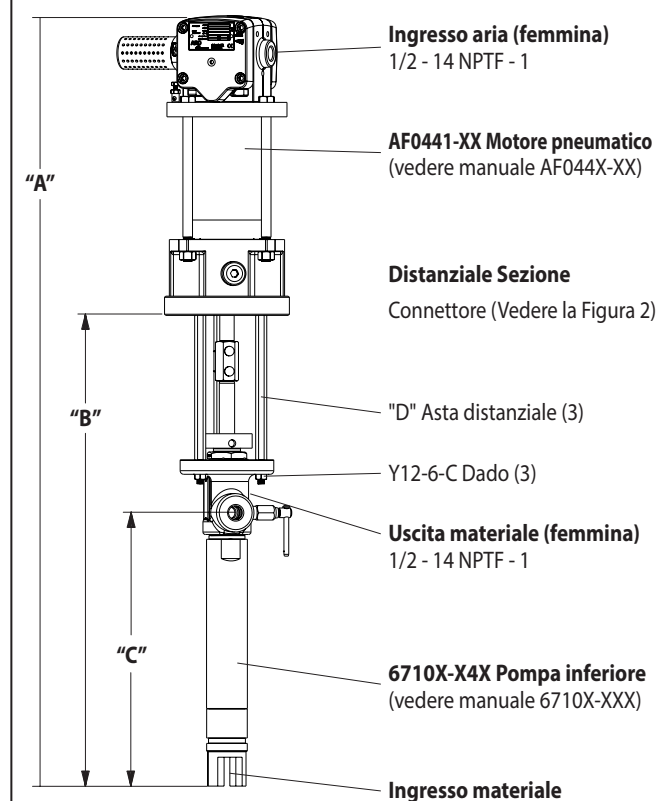

Figura 1
- Rimuovere i tre dadi (Y12-6-C) dalle tre barre distanziali (vedere la Figura 1).